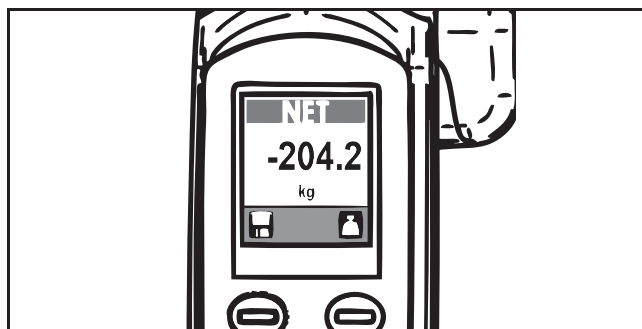

図 59
**注記：**<欧州向けスケールのみ>表示部がを示すより大きな「チルト」記号とスケール記号を交互にに表示する場合、スケールを適切に操作することができるように、MAXI MOVE を水平な位置に再配置してください（図 59 を参照）。